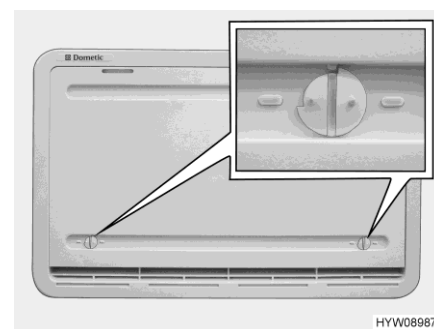

Bild 142 Vinterskydd (kylskåpets ventilationsgaller)
Vinterskyddet (Bild 142) skyddar kylaggregatet för kall luft. Sätt vinterskyddet framför båda kylskåpets ventilationsgaller, om utetemperaturen sjunker under +10 °C (både vid gas- och eldrift).
- Öppna båda lås (Bild 142) (noten står horisontellt).